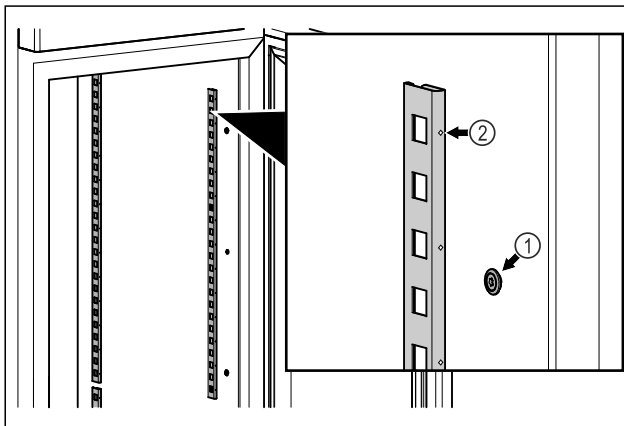

Fig. 83 Приблизне відображення
- Зачепити фіксувальну планку за підвіску Fig. 83 (1). Маркування Fig. 83 (2) повинно бути спрямоване вперед.